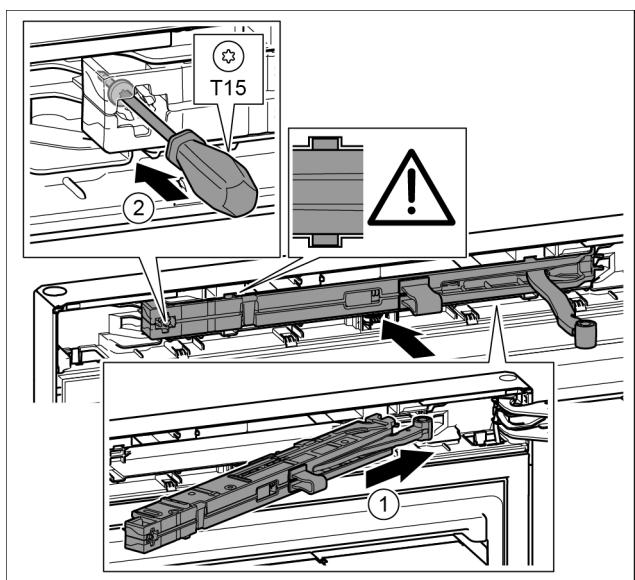

Fig. 41
- ▶ Pe partea suportului de lagăr împingeți înclinat unitatea amortizorului de închidere până la opritor în degajare. Fig. 41 (1)
- ▶ Înșurubați ferm șurubul cu o șurubelniță T15. Fig. 41 (2)